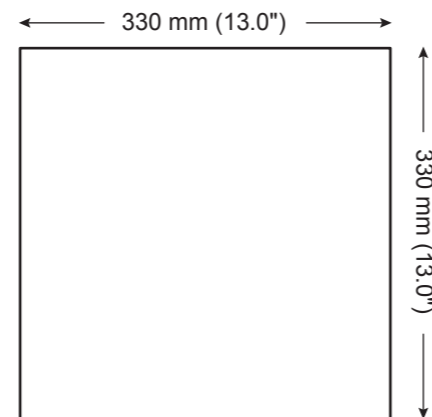

Fig. 12. PCI 45DC Cutout Dimensions
2. Marque con cuidado un cuadrado en la ubicación deseada y corte con cuidado un agujero en el panel de yeso / cartón yeso. Quite el polvo y la suciedad del orificio (Fig. 12).